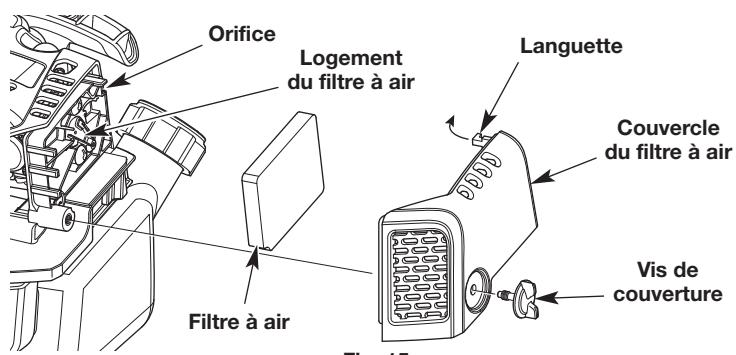

Fig. 15
1. Dévissez complètement la vis de couverture. Basculez le couvercle du filtre à air vers la droite. Retirez le couvercle du filtre à air du logement du filtre à air (Fig. 15).
2. Retirez le filtre à air du logement du filtre à air (Fig. 15).
6. Réinstallez le filtre à air dans le logement du filtre à air (Fig. 15).
- Insérez la languette dans l'orifice du logement du filtre à air sur le couvercle du filtre à air. Basculez le couvercle du filtre à air vers la gauche. Remettez le couvercle du filtre à air sur le logement du filtre à air. Insérez la vis du couvercle dans le couvercle du filtre à air. Serrez la vis du couvercle pour fixer le couvercle du filtre à air (Fig. 15).